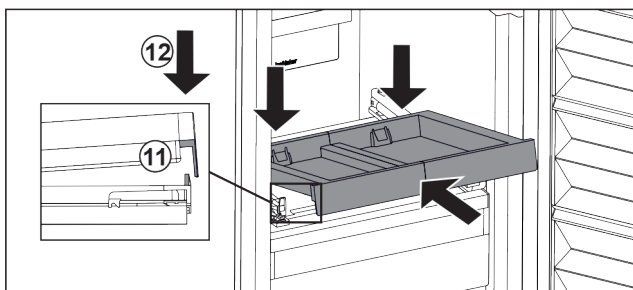

Fig. 104
- ▶ Zasuňte ju šikmo. Dbajte na to, aby sa na oboch stranách doraz nachádzal za sponou. Fig. 104 (11)
- ▶ Zložte vyťahovaciu poličku vpred. Fig. 104 (12)